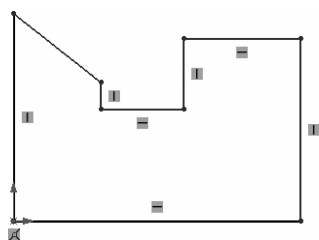

图 1-41 支承板零件模型草图
- (1)单击【新建】按钮,在打开的【新建 SOLIDWORKS 文件】对话框中双击【零件】图标。
- (2)在【特征管理器设计树】选项卡中选择【前视基准面】,单击【草图】按钮,进入草图绘制模式。
- (3)大致绘制草图。
- ①单击【直线】按钮,绘制基本图形,如图 1-41 所示。